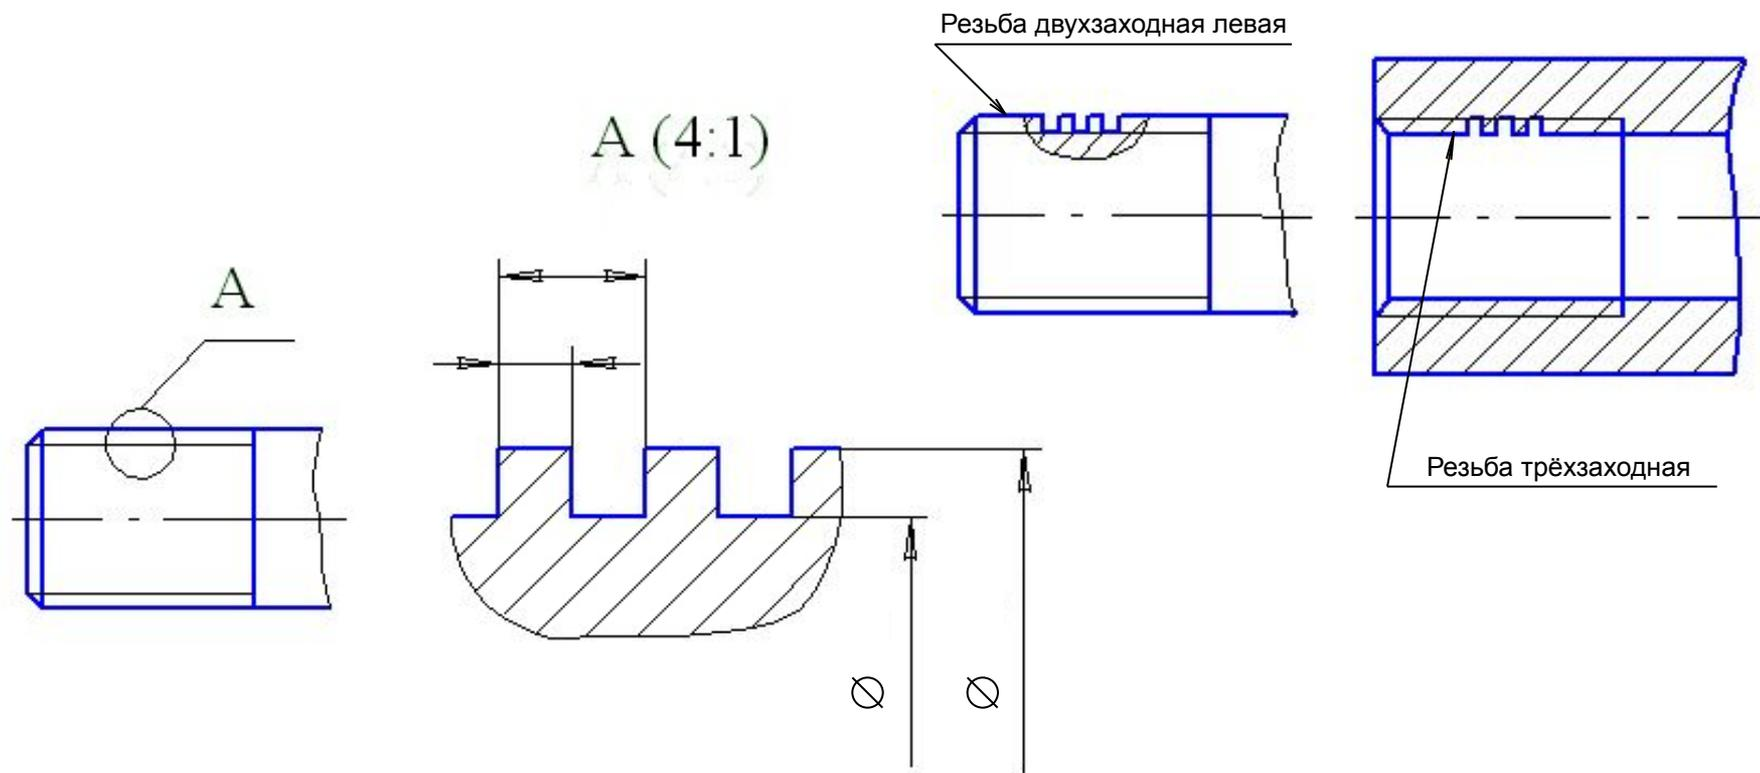

Рис. 5.15
5.2.6. Резьбу с нестандартным профилем показывают одним из способов, изображённых на рис. 5.15, со всеми необходимыми размерами и дополнительными данными.
Её применяют для передачи осевых сил в грузовых винтах и движения в ходовых винтах, т.к. она имеет высокий коэффициент полезного действия. Прямоугольная резьба не стандартизована, на чертеже задаётся всеми конструктивными размерами: наружным и внутренним диаметрами, шагом, шириной зуба; указывается заходность; направление (рис.5.15).